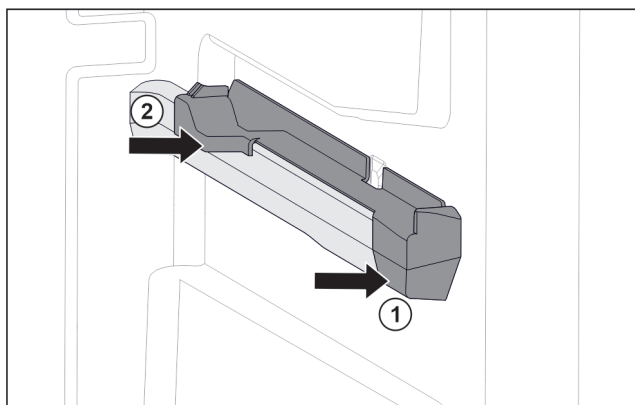

Fig. 79 Nasazovací díl na pravém žebrování na nádoby
- ▶ Nasadte nasazovací díl na žebrování na nádoby. Fig. 79 (1)
- ▶ Přitlačte nasazovací díl k zadní části. Fig. 79 (2)